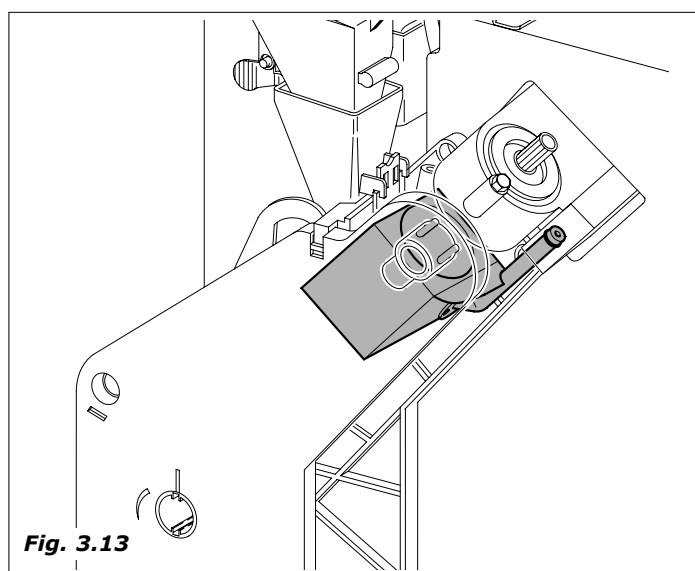

Fig. 3.13
- De nuevo se activa el motorreductor del grupo de café hasta llegar a la posición de reposo, (durante este movimiento se expulsa la pastilla de café utilizada) (Fig.3.13).